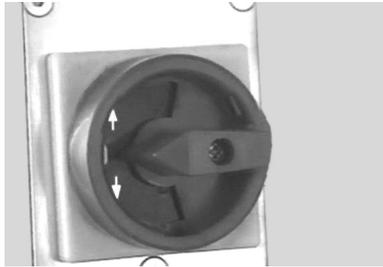

Fig.2) Interruptor giratorio
- Levantar el vehículo girando el interruptor giratorio „□“ en la unidad de mando hacia arriba (fig. 2).
- Subir el vehículo a la posición deseada girando el interruptor giratorio hacia abajo (fig. 2).